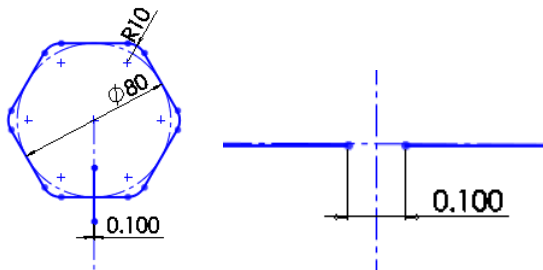

图 7-60 绘制缺口使草图为开环
(2) 单击“草图”工具栏中的“剪裁实体”按钮, 对竖直直线和六边形进行剪裁, 最后使六边形具有 0.1mm 宽的缺口, 从而使草图为开环, 如图 7-60 所示。单击“退出草图”图标。